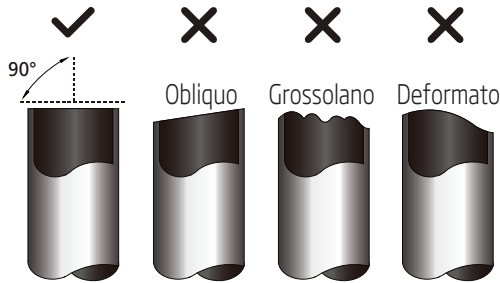

Fig. 3.1
3. Accertarsi che il tubo sia esattamente tagliato a 90°. Fare riferimento alla Fig. 3.1 per il taglio corretto del tubo.